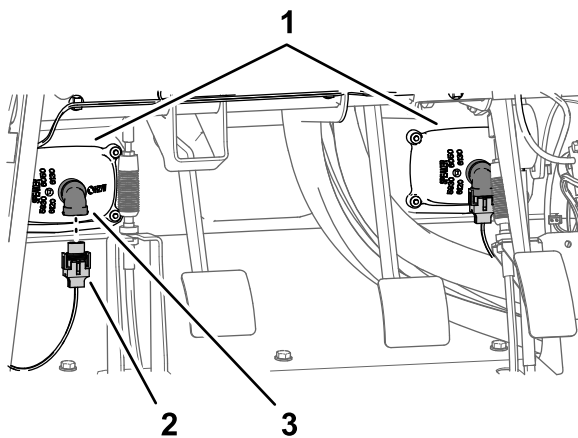

图14
1. 从左、右大灯的 2 针接头断开机器线束的 2 个电气接头 2 插槽 图14。